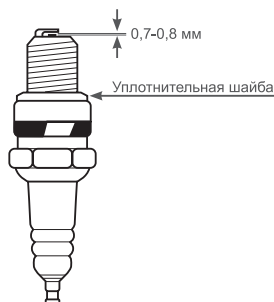

Рис. 12 Обслуживание свечи зажигания
4. Измерьте зазор между электродами свечи зажигания специальным щупом. Зазор должен быть 0,7-0,8 мм (Рис. 12). При увеличении или уменьшении требуемого зазора, рекомендуется заменить свечу, так как регулировка зазора может привести к изменению качества искрообразования.